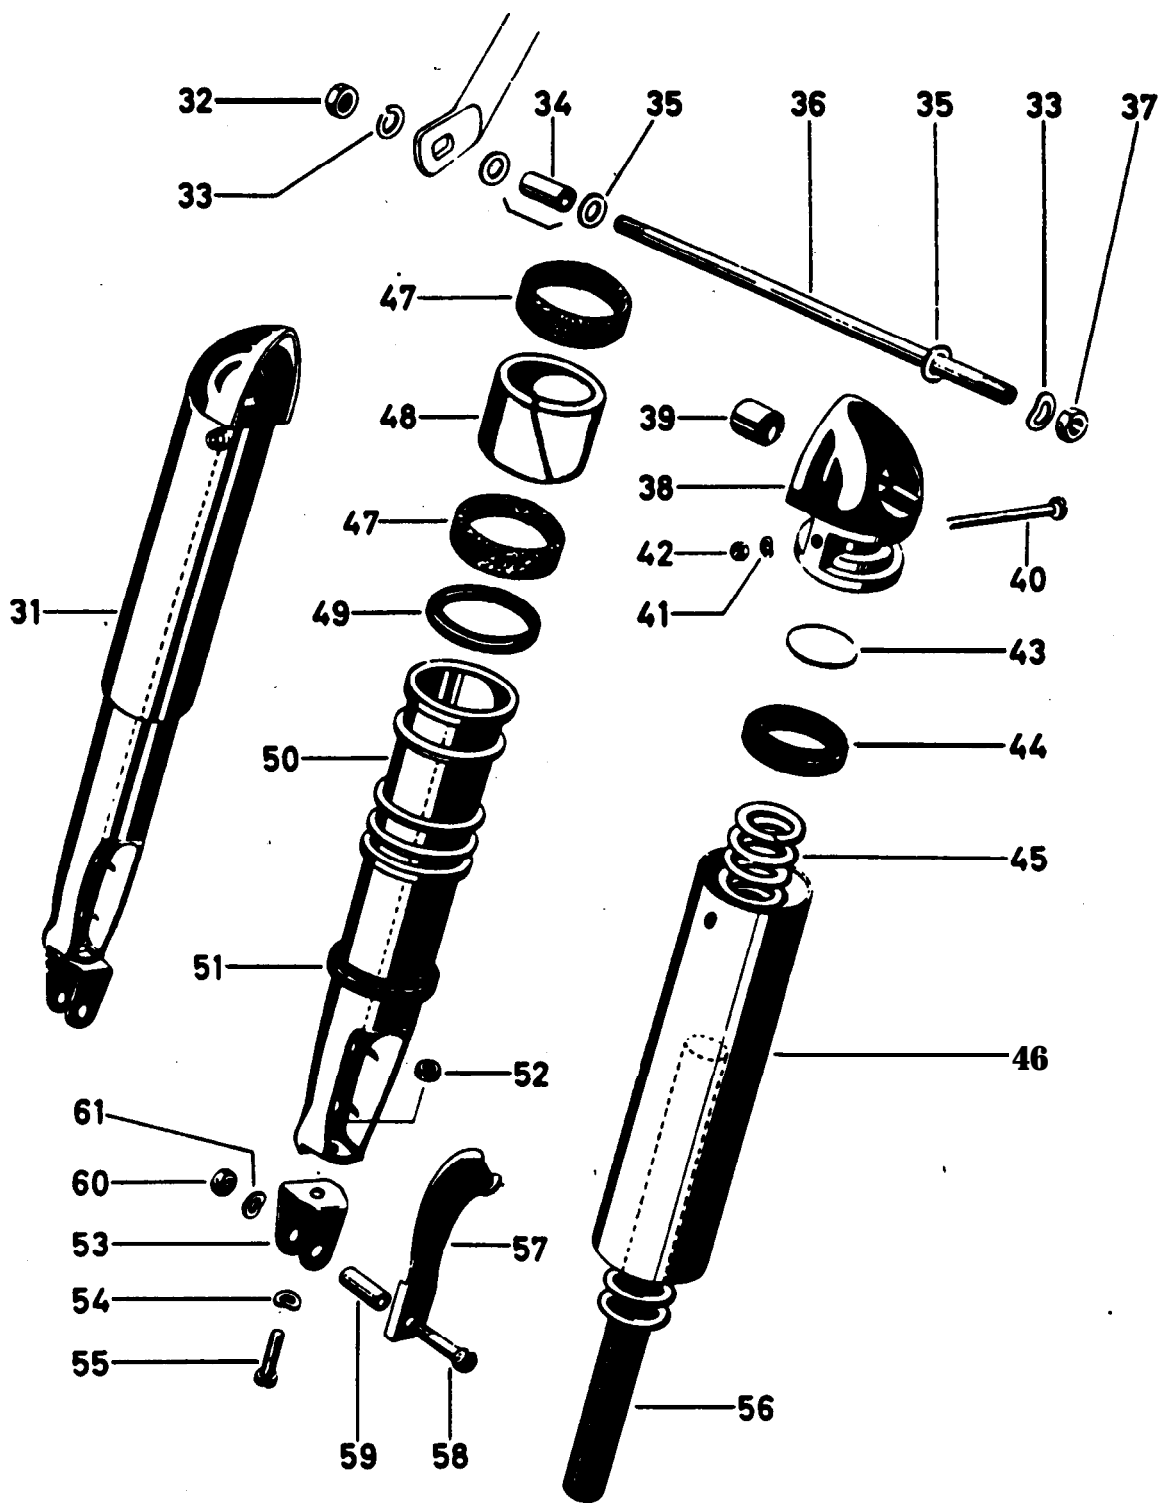

Fig. 44. Demontage veerelement
- 1 Een van de twee moeren van de bovenste ophangbout (fig. 43/2 en 44/36) losdraaien en de bout aan de tweede moer eruit trekken. Achter de moer zit een veerring. Tussen de bagagedrager en de kop (fig. 44/38) zitten nog twee ringen (fig. 44/35) en een busje (fig. 44/34). Als geen bagagedrager gemonteerd is, dan is de bout vaak korter (180 mm tegen 214 mm) en rust de veerring direct tegen de sluitring.
- 2 Moer van de onderste ophangbout (fig. 43/3) losdraaien. Rechts komt dan ook de remkabelhouder (fig. 44/57) vrij. Bout verwijderen. Afstandsbus (fig. 44/59) uitnemen en veerelement (fig. 43/1) verwijderen. Indien bout (fig. 44/58) in plaats van 6 mm, 8 mm dik is, vervalt de afstandsbus (fig. 44/59).
- 1 Moer (fig. 44/42) en verende ring (fig. 44/41) van de bout (fig. 44/40) verwijderen en de bout uit het veerelement nemen.
- 2 Kop (fig. 44/38) uit de buitenbus (fig. 44/46) nemen.
- 3 Buitenbus omlaag drukken. Plaat (fig. 44/43) van de veer nemen en de veer (fig. 44/45) evenals de rubberstaaf (fig. 44/56) uit het veerelement nemen.
- 4 Bus geheel van de voet (fig. 44/50) schuiven. Er komen nu twee rubberringen vrij nl. boven een grote dikke, maat 43x29x5.8 (fig. 44/44) en onder een kleine, maat 41x34x6 (fig. 44/51)
- 5 Achtereenvolgens de delen 47,48,47 en 49 (fig. 44) van de voet nemen en op beschadiging en slijtage controleren. Zonodig vervangen.
- 6 Controleer de silentblocs (fig. 44/39) in de kop en in de swingarm op slijtage. Zonodig oude uitpersen en nieuwe monteren.